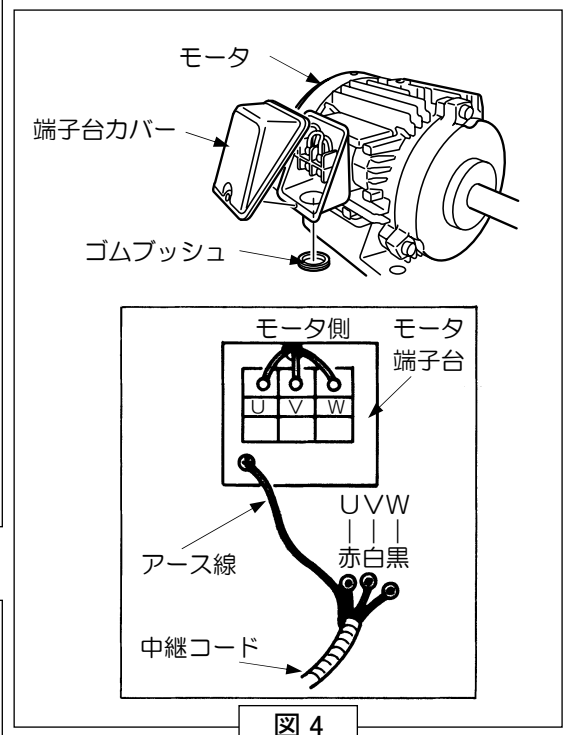

図 4
- (4) モータ端子台カバーを外してゴムブッシュを取付け、中継コードを取付けます。(図4)